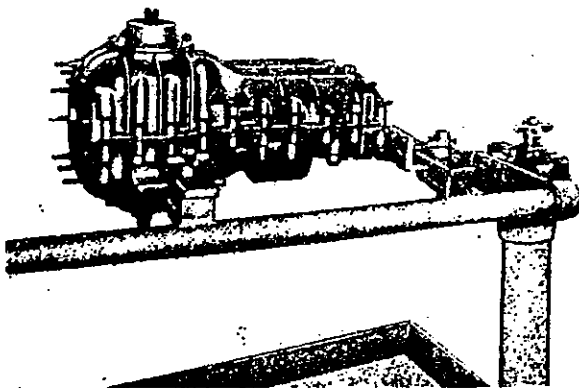

Fig. 02/8 - B.V.-propulseur sur chevalet.
- 8027058 et placer l'ensemble sur le chevalet 8027550 avec supports 8027055 (fig. 02/8).